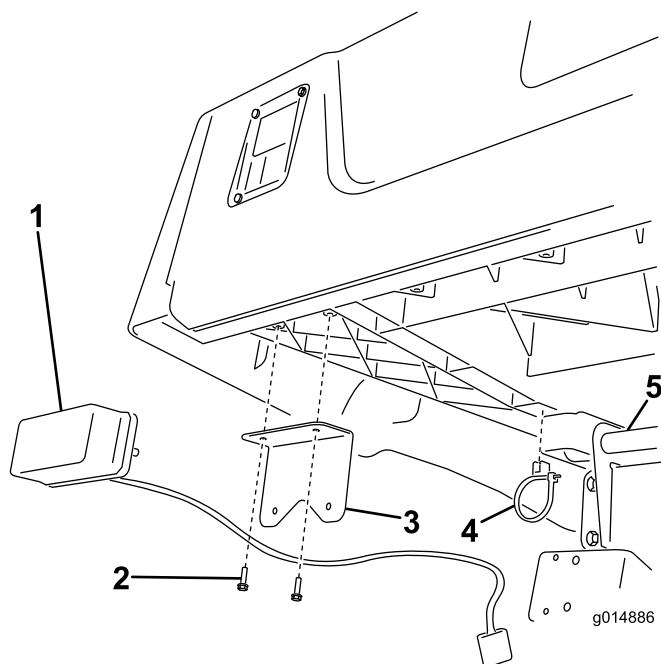

Рисунок 14
1. Прикрепите каждый кронштейн светового сигнала к плате с помощью двух винтов (№ 10-3/4 дюйма) (Рисунок 14).
2. Установите задние фонари на кронштейны так, чтобы оранжевые световые сигналы машины были направлены наружу (Рисунок 14).
3. Вставьте зажим кабельного хомута в ребра с каждой стороны коробки, как показано на (Рисунок 14).